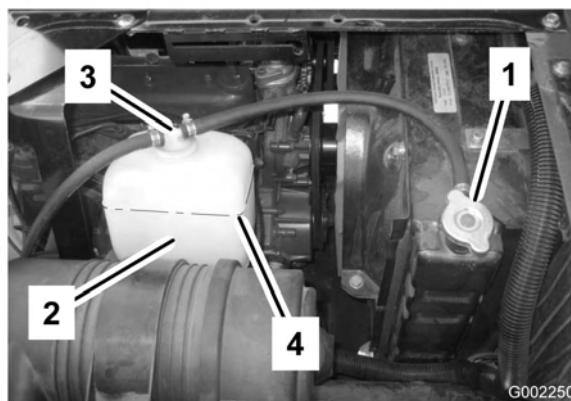

図 53
2. エンジンが十分に冷えているのを確認してラジエターのキャップを開ける(図 53)。